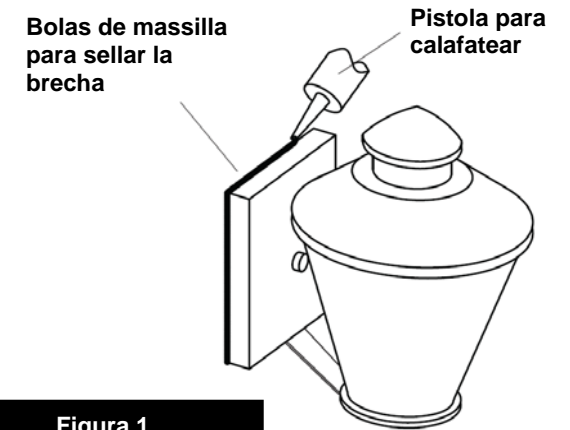

Figura 1
1. Conecte el cable de alimentación positiva (A) (normalmente negro o la cara lisa, sin marcas del cable de dos conductores) de plomo accesorio positivo (B) con un giro de tamaño adecuado en el conector – **Véase la Figura 1 y 2**.
2. Conecte el cable de alimentación negativa (C) (por lo general de color blanco o el lado marcado estriado del cable de dos conductores) de plomo accesorio negativo (D).
Para conectar a tierra en un sistema eléctrico de 3 hilos, fije el cable de tierra del artefacto (E) (generalmente de cobre o verde recubierto de plástico) a la brida de montaje accesorio (M) con el tornillo de tierra (S) – **Véase la Figura 1**.
Des pués de asegurar accesorio a la pared, se recomienda que la distancia entre la pared y la place de fijación puede sellare con cualquier buena massilla impermeable de calidad o sellador de silicona (No Incluido) - Vésa La Figura 1.